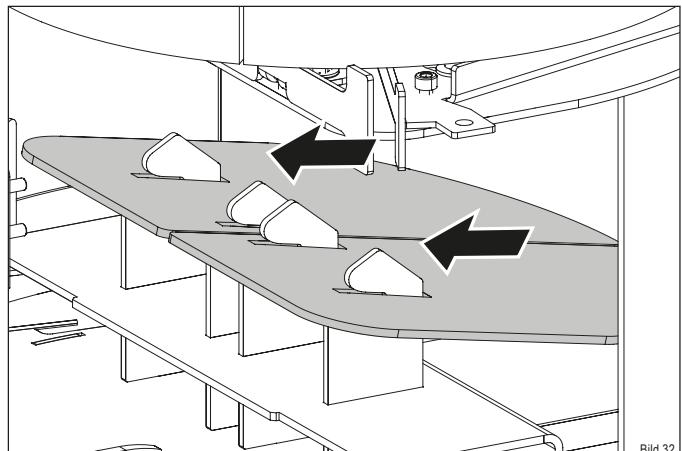

Bild 32
- ▶ Schieben Sie die Umlenkbleche nach oben, um sie aus der Halterung zu lösen (Bild 32).